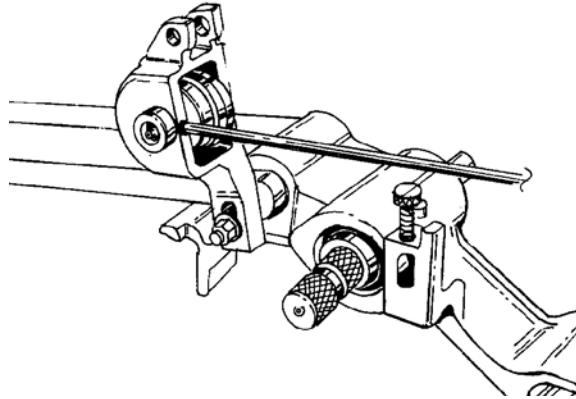

Figura 16 – Afloje el tornillo de retención
6. Afloje el tornillo de retención que sujeta el árbol del rodillo ranurador. (Figura 16)